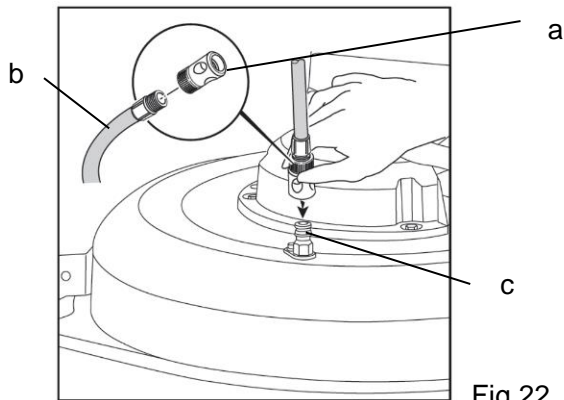

Fig.22
2. Koppla snabbkopplingen (a) till trädgårdsslangen (b) och anslut den sedan till tvättanslutningen (c) på klippdäcket. (Fig. 22)